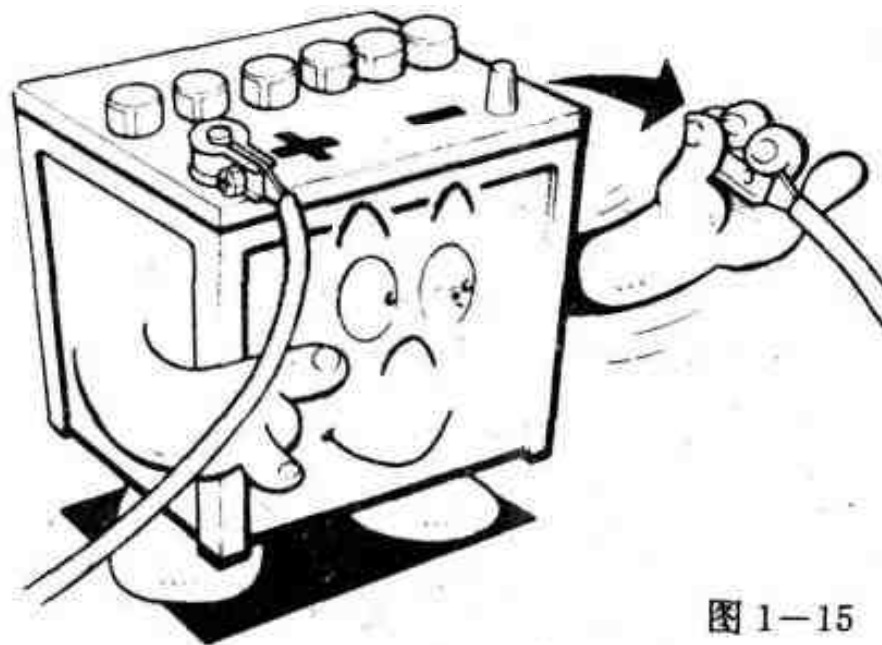

图 1-15
4. 在进行不需要蓄电池供电的作业时,通常应断开点火开关,然后从蓄电池极柱上卸下搭铁线(见图 1-15),以防发生意外短路或烧坏有关机件。